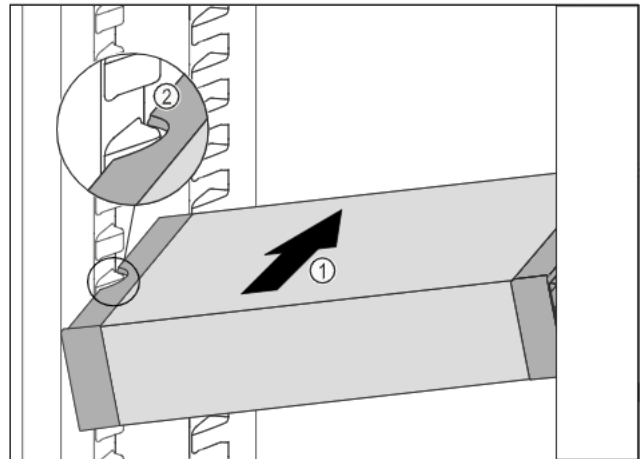

Fig. 94
- ▶ Inserire VarioSafe ad angolo nel vano frigorifero Fig. 94 (1), fino a quando le cavità laterali Fig. 94 (2) di VarioSafe non si trovano al livello della nervatura del contenitore nel vano frigorifero.